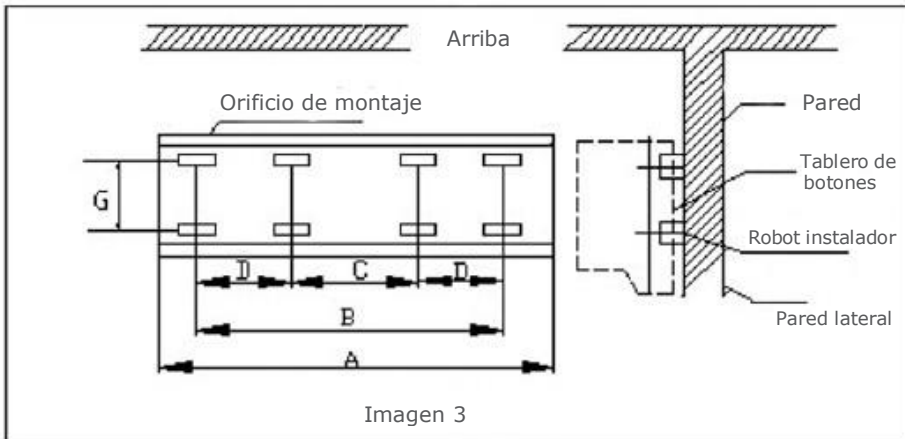

Imagen 3
- (2) Separe los orificios de los pernos que coincidan con M8 para tirar de la posición, tire de los pernos para fijarlos en la pared de hormigón, al mismo tiempo debe proteger el radio de oscilación del perno de 15 mm (imagen 3)